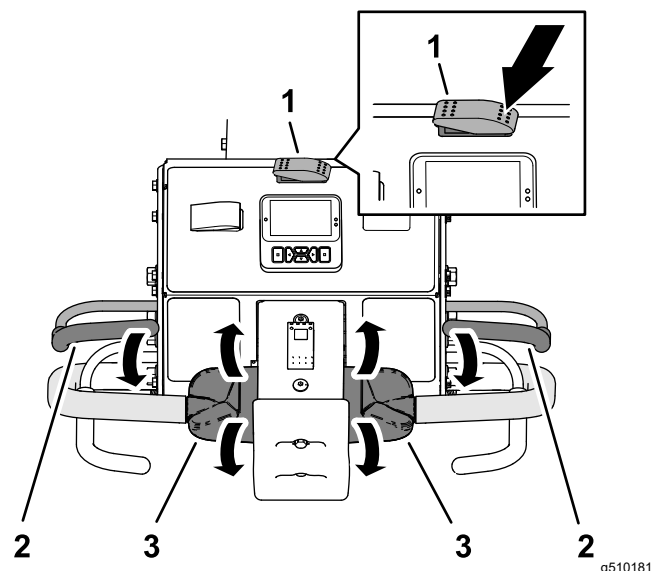

图 76
- 将行驶/打孔开关的左侧按至行驶位置图 76。
- 握住左侧或右侧手把和操作员到位把手图 76 将把手向手柄挤靠。